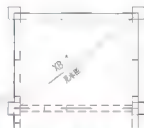

图 5.38 写配板文字
(3) 启动【复制】命令, 将 “XB-1” 复制到斜线下部并用【文字编辑】命令将其修改为 “见本图”, 结果如图 5.38 所示。